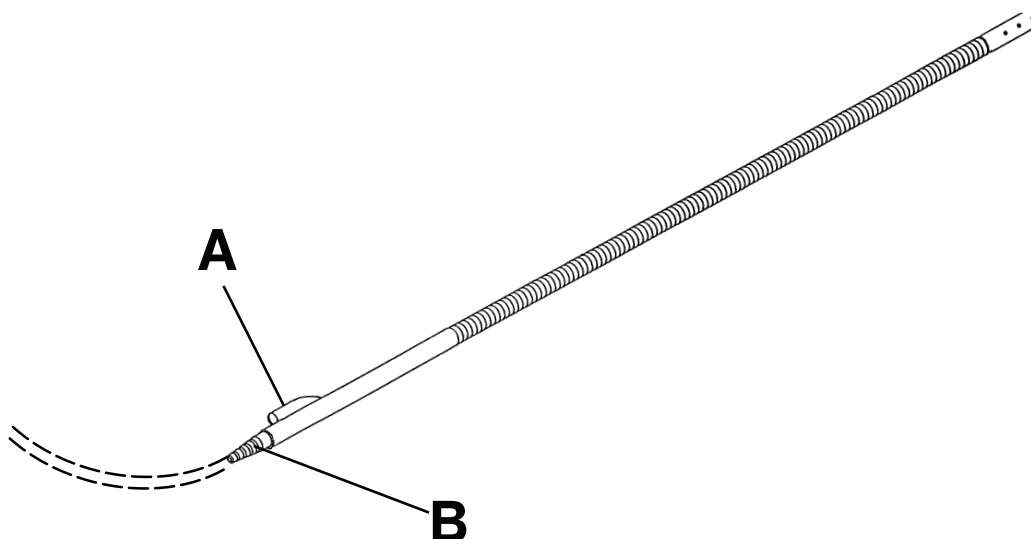

Figura 9 – Tubagem de fornecimento de ar
1. Coloque a aba de montagem (A) no encaixe da haste do suporte de soros na extremidade do lado da cabeça do produto.
2. Insira o tubo de fornecimento de ar no recetáculo do tubo de ar (B) (Figura 9).